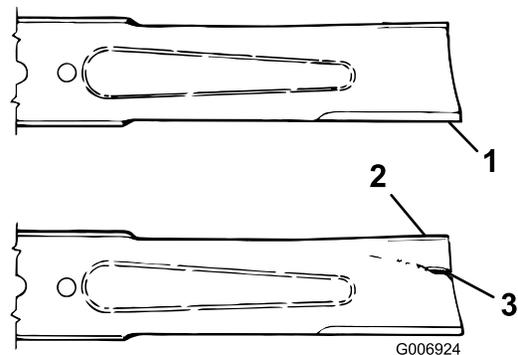

Figura 15
2. Verificate accuratamente i taglienti, con particolare attenzione ai punti d'incontro delle sezioni piatta e curva della lama (Figura 15). Sabbia e materiali abrasivi possono consumare il metallo che connette le sezioni piatta e curva della lama, per cui si consiglia di controllare la lama prima di usare la macchina. Se notate che la lama è consumata (Figura 15), sostituirla; consultate il paragrafo Rimozione della lama.
Se continuate ad usare la lama usurata, si forma una scanalatura tra la costa e la sezione piatta della lama (Figura 15). Alla fine, un pezzo di lama può staccarsi e venire lanciato dal sottoscocca, con il rischio di ferire gravemente voi o gli astanti.